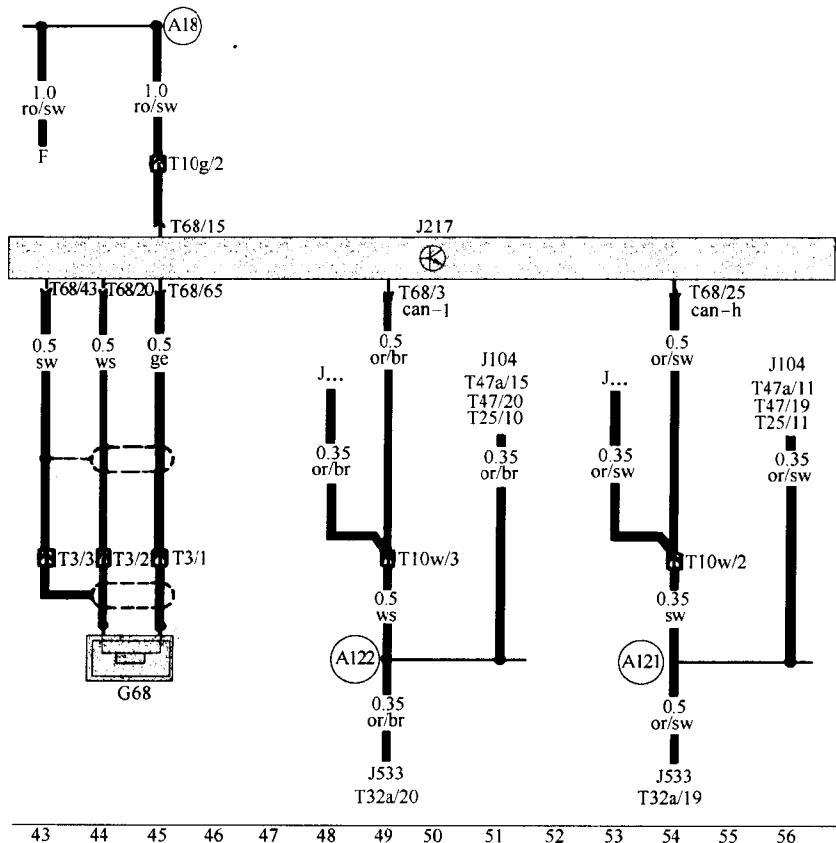

图 1-12 自动变速器控制单元与车速传感器电路图
⑪4 -搭铁连接,在自动变速器线束内;
⑬8 -搭铁点,在流水槽中部;
(4) 自动变速器控制单元, 车速传感器(如图 1-12 所示)